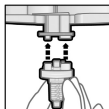

Fig. 2
3. Sett en av de vedlagte Dynamix Mixing Tips over utgangsåpningene på sylinderampullen (fig. 2).